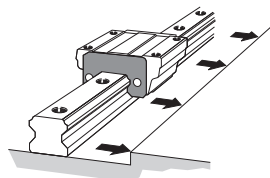

Fig.7 Alineado del rail LM con la superficie de referencia
- (2) Suavemente ubique la guía LM sobre la base y sujete temporalmente los tornillos hasta que la guía LM haga contacto levemente con la superficie de montaje (alineé el lateral que tiene marcada la línea en el rail LM con la superficie de referencia lateral de la base). (Fig.7)